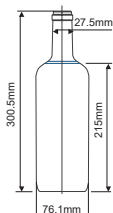
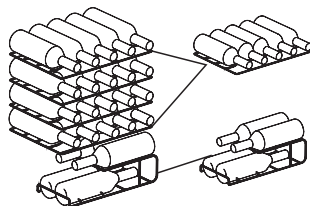
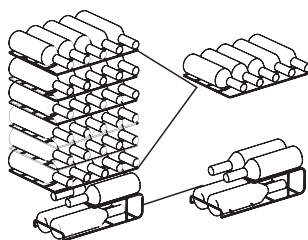

Fig.1
Fig.2
Fig.3
- Capacitatea de depozitare a sticlelor în dulapul pentru vinuri (MDRW111FGG prezentată în Fig.2, MDRW150FGG prezentată în Fig.3) se bazează pe următoarele dimensiuni de sticle marcate (Fig.1). Sticlele de dimensiuni mari pot influența numărul de sticle depozitate în vitrina de vin.
- Pentru modelul MDRW111FGG: Volumul maxim de îmbuteliere recomandat este de 24 de sticle, conform Fig.2
- Pentru modelul MDRW150FGG: Volumul maxim recomandat de îmbuteliere este de 34 de sticle, conform Fig.3